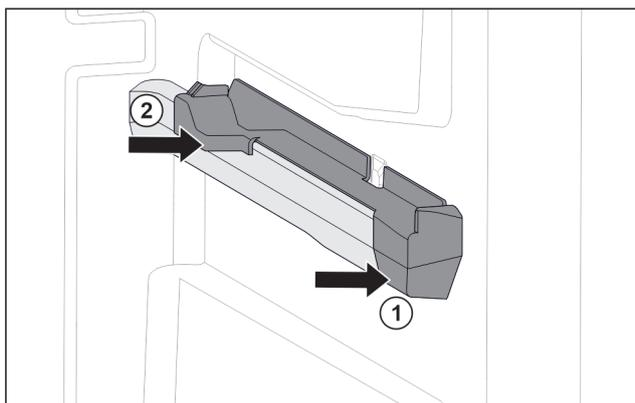

Fig. 26 Élément emboîtable sur la nervure de récipient droite
- ▶ Poser le devant de l'élément emboîtable contre la nervure de récipient. Fig. 26 (1)
- ▶ Enfoncer l'arrière de l'élément emboîtable. Fig. 26 (2)